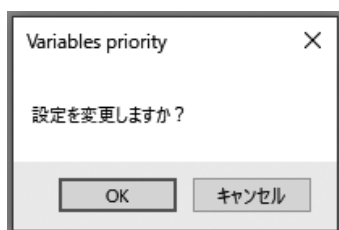

図77
③ LCDの「Font」の設定が「Double Angle」なら1から順に2項目ずつ、「Normal」なら3項目ずつ1画面に表示されるので、優先的に見たいものを早い番号にします。0を設定するとその項目は非表示になります。また、番号が重複していたり、途中の番号が抜けていたりすると入力エラーとなり設定できません。
④ 全ての設定が完了し、「OK」ボタンをクリックすると、メッセージボックス(図77)が表示されます。